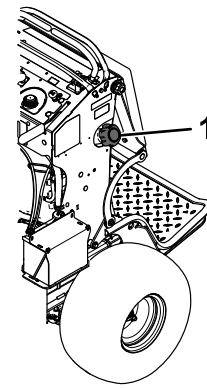

Figura 51
3. Limpie alrededor del tapón del depósito de combustible para evitar que entre suciedad en el depósito (Figura 51).